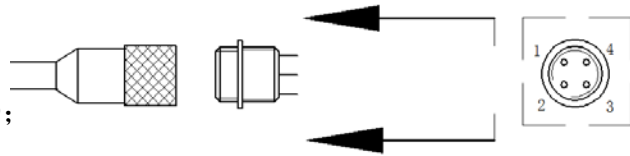

图 4
1. 接线定义，如右边图 4 所示：
- ① 通讯线 A（白线）；
- ② 通讯线 B（绿线）；
- ③ 电源正 VCC（红线）；
- ④ 电源负 GND（黑线）。